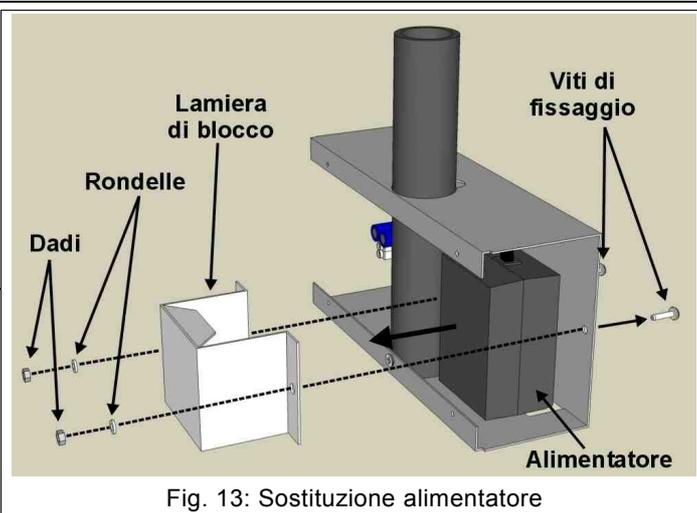

Fig. 13: Sostituzione alimentatore
3. Mediante una chiave da 7 mm, svitare i dadi per togliere la lamiera di blocco dell'alimentatore (Fig. 13).